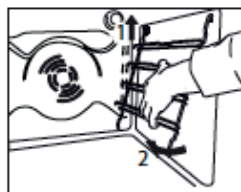
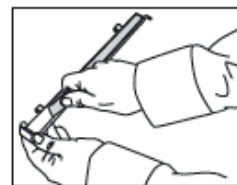
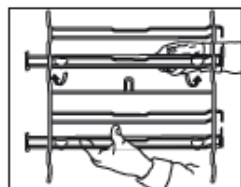

Abb. 1
Abb. 2
Abb. 3
Ihr neuer Herd wird mit 2 verchromten Einsatzhalterungen geliefert, die mit den Auszügen in den Backofen gepackt sind. Beachten Sie, dass die oberen Stäbe länger als die unteren sind, und dass die Haken an der Backofenrückwand sind. Siehe Abb. 1. Das obere Ende der Einsatzhalterung wird in Schlitz in der Seitenwand des Backofens eingesetzt, siehe Abb. 2. Nachdem sie oben eingerastet ist, drücken Sie die unteren Stäbe in die unteren Schlitz in den Seitenwänden des Backofens. Lassen Sie die Einsatzhalterungen nun leicht absinken und einrasten. Siehe Abb. 3.
1. Entfernen Sie die seitlichen Einhängegitter (Abb. 1).
2. Entfernen Sie die schützende Plastikfolie von den Auszügen (Abb. 2).
3. Hängen Sie den oberen Teil der Schienen am Einhängegitter ein. Vergewissern Sie sich, dass die Teleskopschienen sich frei nach vorne bewegen können. Drücken Sie dann den unteren Teil der Auszüge fest gegen das Einhängegitter, bis diese einrasten (Abb. 3).